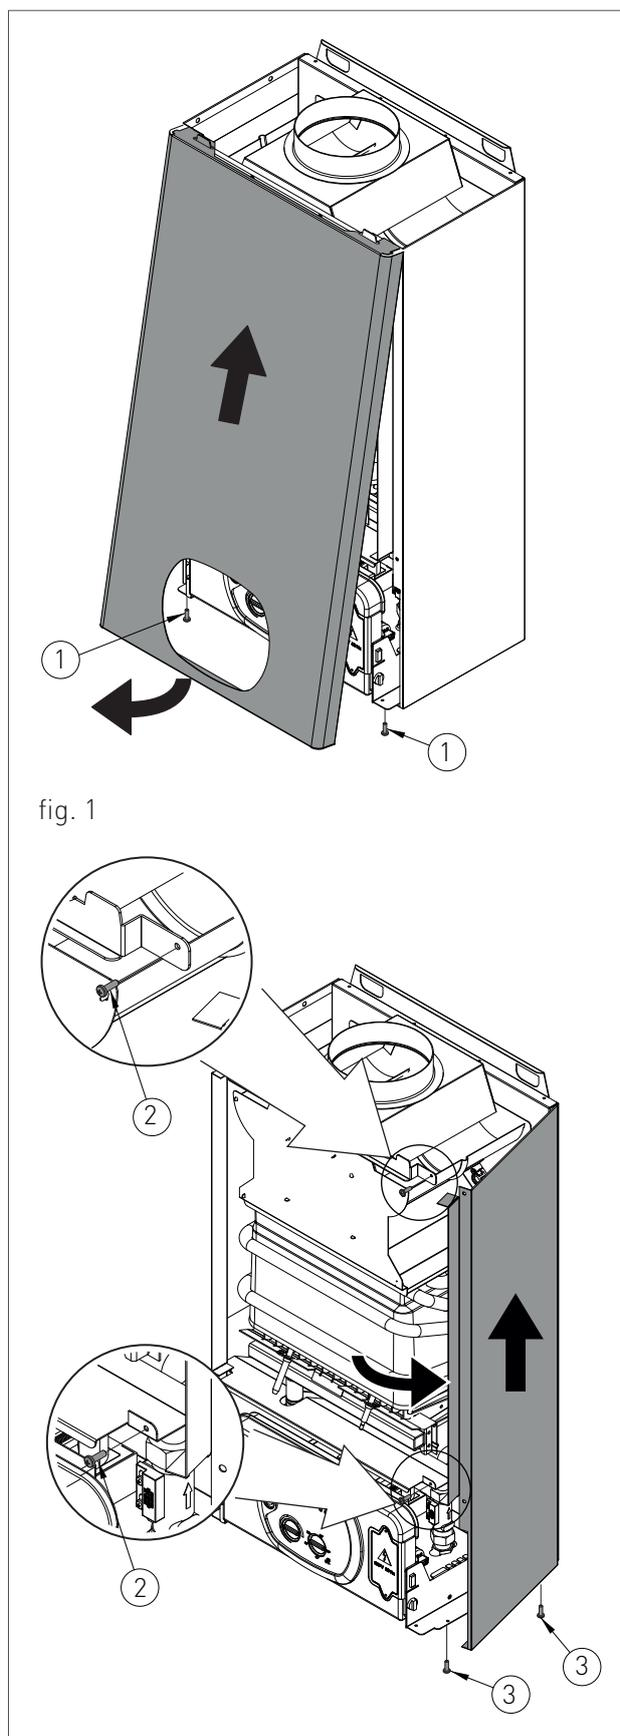

fig. 1
- › rimuovere le viti (1 - fig.1) di fissaggio poste nel bordo inferiore del pannello frontale;
- › afferrare il pannello frontale nella parte inferiore e, tirandolo verso se, estrarlo con movimento verso l'alto (vedi fig. 1).
- › rimuovere le viti (2 - fig.1) di fissaggio poste nel bordo frontale del pannello laterale;
- › rimuovere le viti (3 - fig.1) di fissaggio poste nel bordo inferiore del pannello laterale;
- › afferrare la base del pannello e, dopo averlo spostato lateralmente, estrarlo alzandolo (vedi fig. 1).
- > Afferrare contemporaneamente le staffe di supporto del pannello comandi (fig. 1) allargandole e rovesciare il pannello, ruotandolo verso il basso;
- > svitare le quattro viti di fissaggio 1 - fig. 1;
- › premere il pulsante posto tra i due contatti elettrici del dispositivo termostato fumi (vedi fig.1);
Per eseguire la trasformazione procedere nel seguente modo (vedi fig. 1):